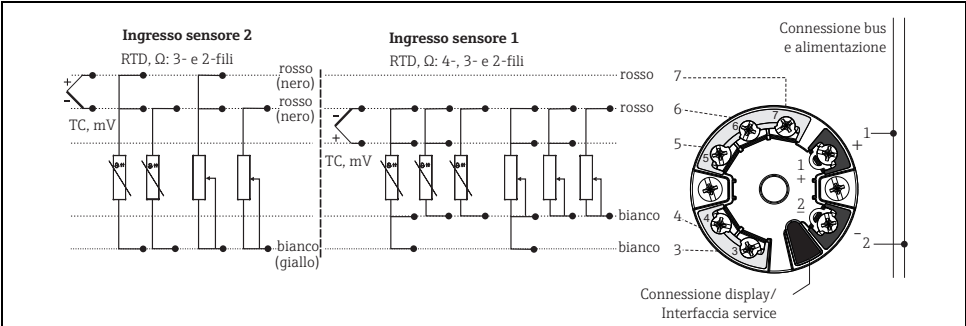

Fig. 5: Cablaggio del trasmettitore da testa
3. Collegare i cavi come mostrato in → Fig. 5. Se il trasmettitore da testa è inserito con i morsetti a molla, fare riferimento a →  51.